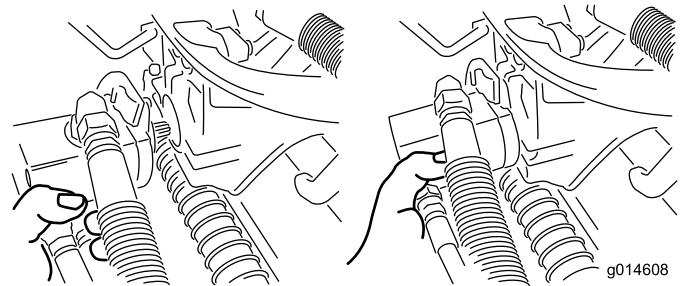

Figura 52
- Mova o motor para o local de armazenamento na parte da frente do braço de suspensão (Figura 52).